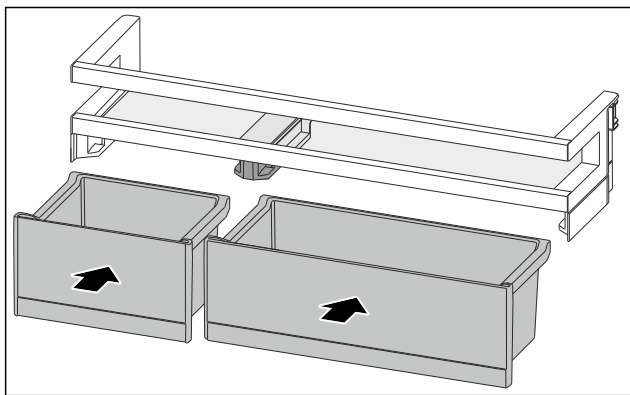

Fig. 117
- ▶ Установите ящики VarioBox, поменяв их расположение. (см. Fig. 117)